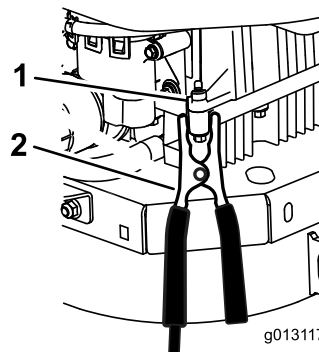

Figura 50
6. Eseguite l'ultimo collegamento sul **blocco motore** (non sul polo negativo della batteria) della macchina con la batteria scarica, lontano dalla batteria, e state lontani (Figura 50).